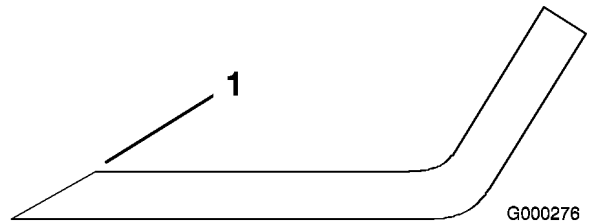

Figure 66
1. Au moyen d'une lime, aiguiser les tranchants aux deux extrémités de la lame (Figure 66) en veillant à conserver l'angle de coupe d'origine. Limez la même quantité de métal sur chacun des deux tranchants pour ne pas déséquilibrer la lame.